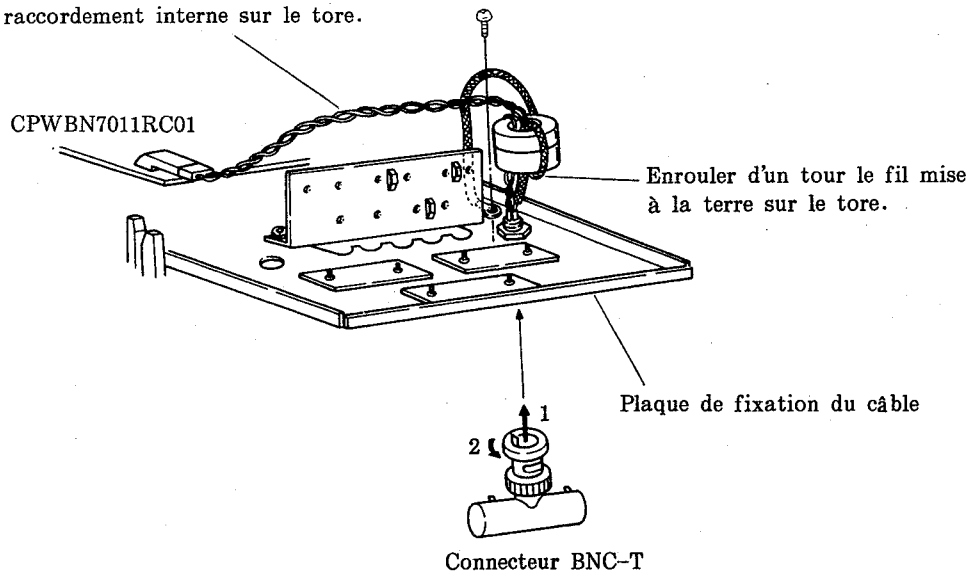

Fig. 29
- (7) Enrouler le câble de raccordement interne sur le tore en forme d'anneau (RCORF6629RCZZ) (2 tours), et raccorder le câble de raccordement interne au connecteur situé sur la plaquette de contrôle d'entrée en ligne. (Voir la Fig. 29.)
- (8) Utiliser la vis de fixation pour raccorder le fil de mise à la terre du câble de raccordement interne à la plaque de fixation du câble. (Voir la Fig. 29.)
- (9) Raccorder le connecteur BNC-T (connecteur couplé à baïonnette) au câble de raccordement interne. (Voir la Fig. 29.)